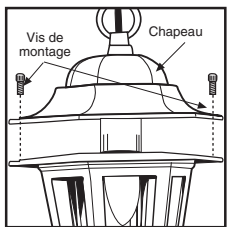

Figure 1
- Pour les toits qui requièrent deux vis ou plus, retirez les vis d'assemblage du toit (ou sous le toit) et insérez la lampe. Réinstallez le toit. (voir la figure 1).